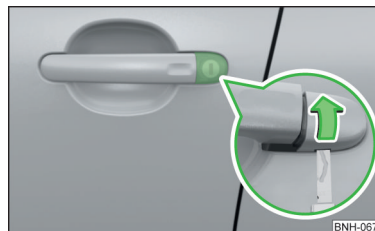

Fig. 257
- › Introduceți cheia în fanta din partea de jos a capacului și rabatați capacul în sensul săgeții » fig. 257.